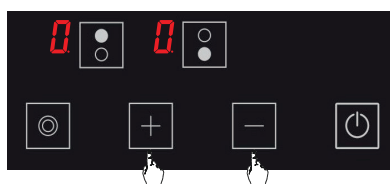

Figure 7
3. Le niveau de puissance de la plaque de cuisson pertinente peut être réglé de 1 à 9 à l'aide des touches  et  ou de  à 9 selon l'option de la cuisinière. (Voir Fig. 7)